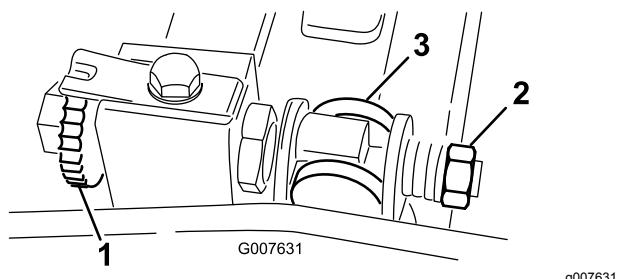

図 61
1. ベッドバー調整ねじを左に回して下刃とリールの接触を完全になくす図 61。
2. スプリングテンションナットをゆるめて、ワッシャがベッドバーを全く押さないようする図 61。